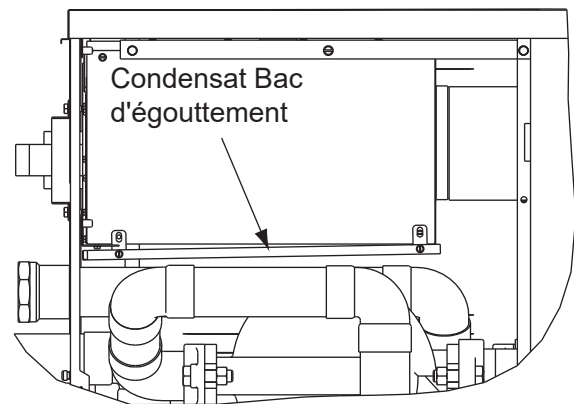

Figure 9. Installation du drain de condensation
- Optionnel – Dans le cas d'une installation où de la condensation peut se former sur le conduit d'apport d'air, installez le bac d'égouttement à la base du boîtier du filtre à air et fixez-le en place à l'aide des quatre vis fournies (s'assurer que le bac est légèrement incliné vers l'arrière, comme indiqué à la **Figure 9**).